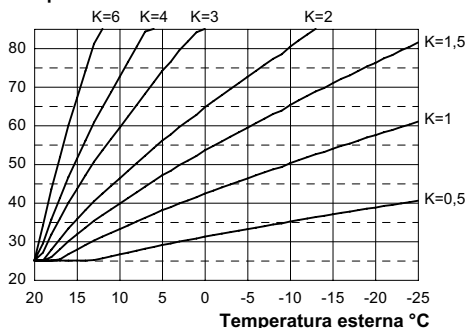
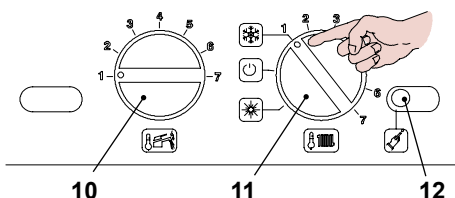

Fig. 5.34
Fig. 5.35
ottimizzare la temperatura di mandata (Fig. 5.34).
Es. Per avere una temperatura di mandata all'impianto di riscaldamento di 60°C con una esterna di -5°C si deve settare un K di 1,5 (linea tratteggiata in Fig. 5.34).
- Posizionare le manopole 10 e 11 indicato in Fig. 5.35 .
- Per settare il coefficiente K, determinato dalla Fig. 5.34 bisogna entrare in programmazione premendo per 15 secondi il pulsante di ripristino 12 , in Fig. 5.35 fino alla comparsa del parametro **P01** sul display LCD; sul display LCD compare la seguente visualizzazione (la sequenza **P01** si alterna a -- -- --).
- Premere il pulsante di ripristino 12, in Fig. 5.35, per lo scorrimento dei vari parametri sino al raggiungimento del parametro **P15** valido per il settaggio del coefficiente K; sul display LCD compare a seguente visualizzazione (la sequenza **P15** si alterna a **00**).
- Impostare il valore ruotando la manopola in Fig. 5.35 da un minimo di **30** (la sequenza **P15** si alterna **30**)
ad un massimo di **255** in base alla curva scelta del coefficiente K in Fig. 5.34.